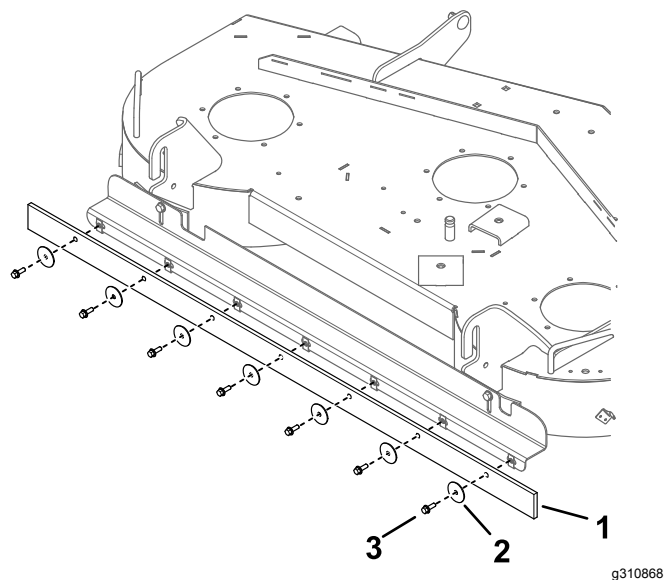

Figure 6
7. Fixez le racloir sur le support à l'aide de 7 boulons et 7 rondelles (Figure 6).